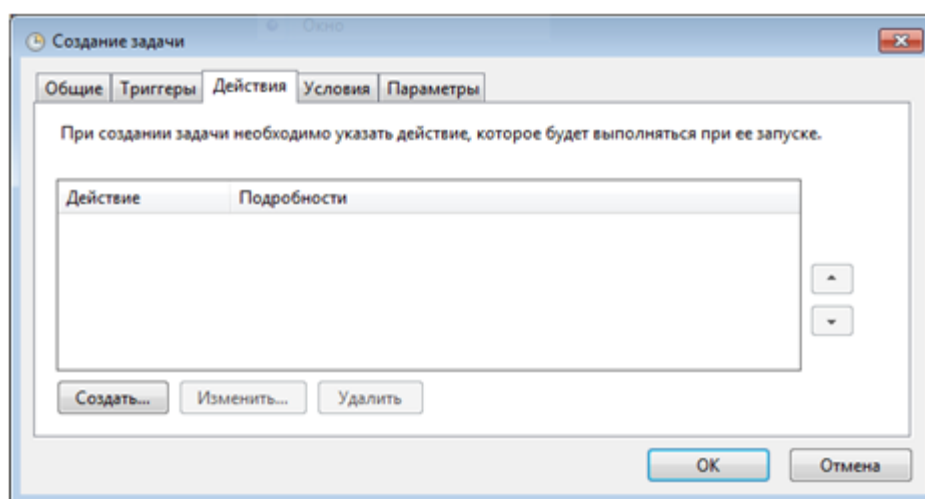
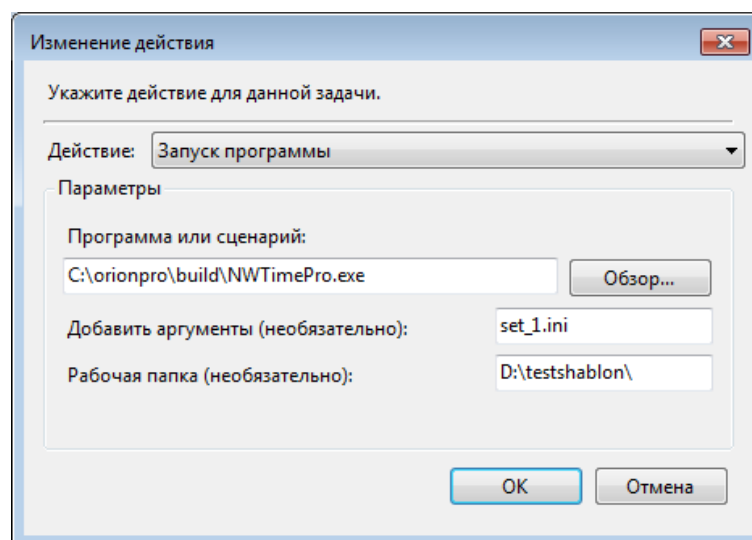

Рисунок 9-109 Переход к созданию действия
Рисунок 9-110 Настройки действия
- на вкладке «Действия» нажать кнопку «Создать» (см. Рисунок 9-109). В появившемся окне задать путь к программе «Учет рабочего времени» (в строке «Программа или сценарий») и файл с настройками отчета (в поле «Добавить аргументы»). Для сохранения настроек нажать кнопку «Ок» (см. Рисунок 9-110).